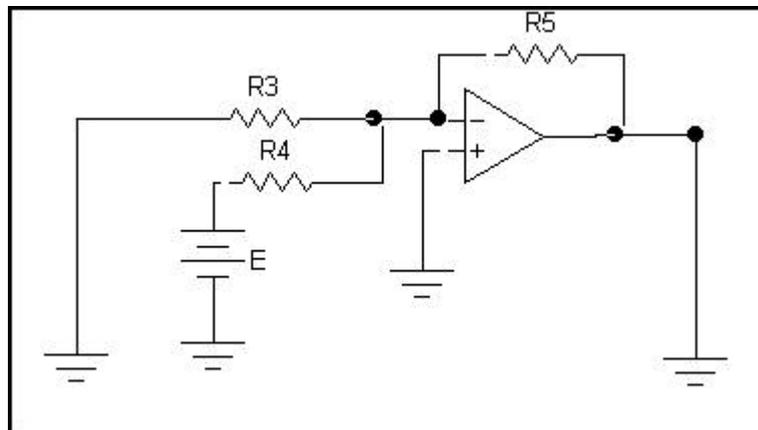

Figure 3
3. On donne le montage de la figure 3